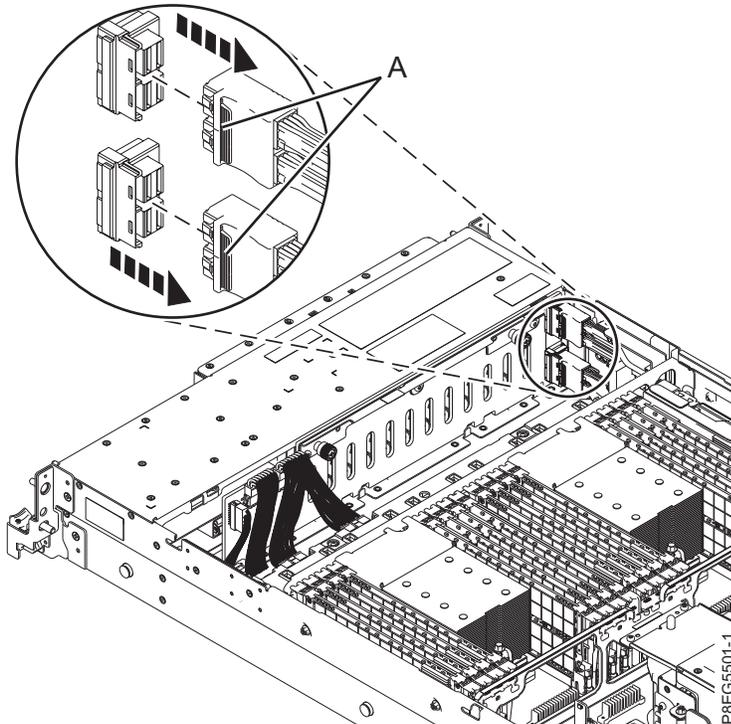

Figura 1. Desconexión de los cables SAS frontales de la placa posterior de la unidad de disco
3. Debe extraer el cable SAS inferior que está conectado al adaptador interno SAS RAID en la ranura P1-C14. Etiquete los cables SAS frontales que están conectados al adaptador interno SAS RAID en la ranura P1-C14. Presione el pestillo (A) y desconecte el conector de estos cables de la placa posterior de la unidad de disco, como se muestra en la Figura 1 en la página 3. Deje el otro extremo de los cables conectado al conector P1 o P2 en el adaptador interno SAS RAID hasta que se le indique lo contrario.